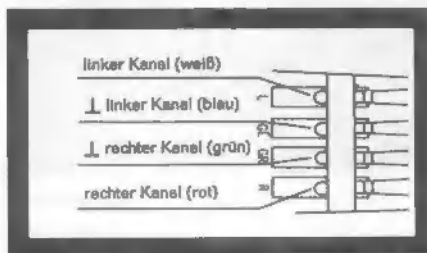

Fig. 19
4. Die Anschlüsse am Systemträger sind gekennzeichnet, die Anschlußlitzen sind farbig (Fig. 19). Verbinden Sie die Anschlußlitzen des Systemträgers mit den entsprechenden Anschlußstiften des Tonabnehmersystems.